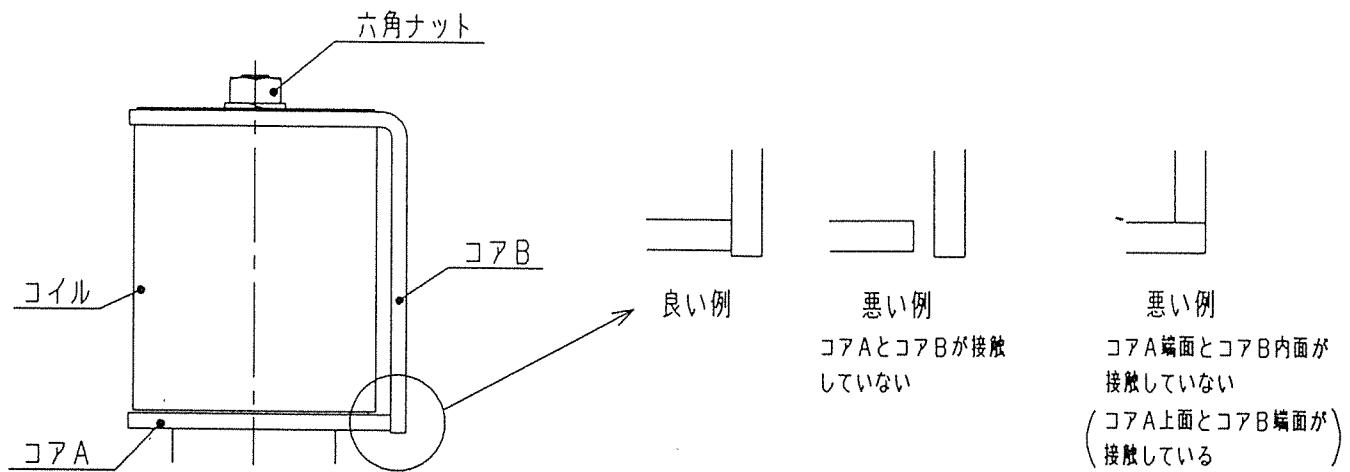

図14
- (1) 再組立は「5.1 分解手順」と逆の順序にて部品の組み忘れのないように組み立てください。
- (2) ダイアフラム組立②の取付方向に注意してください。(口径65, 80の場合は、位置決めハトメ⑦をダイアフラム組立、ボディ①の穴に装着すると取付方向が決まります。)
- (3) スプリング③は倒れないように組付けてください。
- (4) 各部Oリングは取付部品の溝に確実に装着してください。
- (5) プランジャスプリング⑮はプランジャ⑯に確実に装着してください。
- (6) コアA⑩端面とコアB⑬内面が確実に接触するよう組付け、六角ナット⑯をしっかりと締め付けてください。(図14参照)
- (7) 六角ボルト⑨ 口径20~50Aの場合は12~18N·m 口径65, 80の場合は24~36N·mのトルクにて締め付けてください。
- (8) フィルタ組立⑧は樹脂部品のため手で軽く締め付けてください。締め付けトルクは、0.8~1.2N·cmが目安です。締め付けすぎると破損することがあります。
(注記) 標準品の分解図(図14, 15)に対してアクチュエータ部分のみ上図のごとく置き替わります。